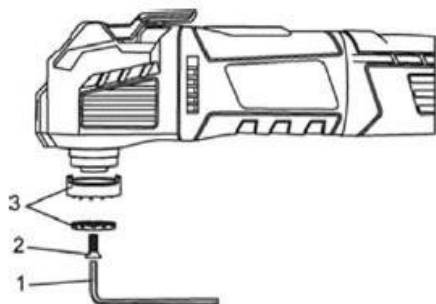

Fig. 1
1. Cu o cheie hexagonală de 5 mm (1) demontați șurubul accesoriului cu partea din spate închisă (2) și două piese ale suportului lamelor cu partea din spate închisă (3) (fig. 1).
1. Montați în unealtă lama de capăt pentru tăierea lemnului (fig. 1 și 2 la pag. 10 și 11).
1. Montați pe unealtă lama de tăiere pentru lemn (fig. 1 și 2).
1. Montați în unealtă lama de tăiere semirotundă pentru lemn și rigips (fig. 1 și 2).